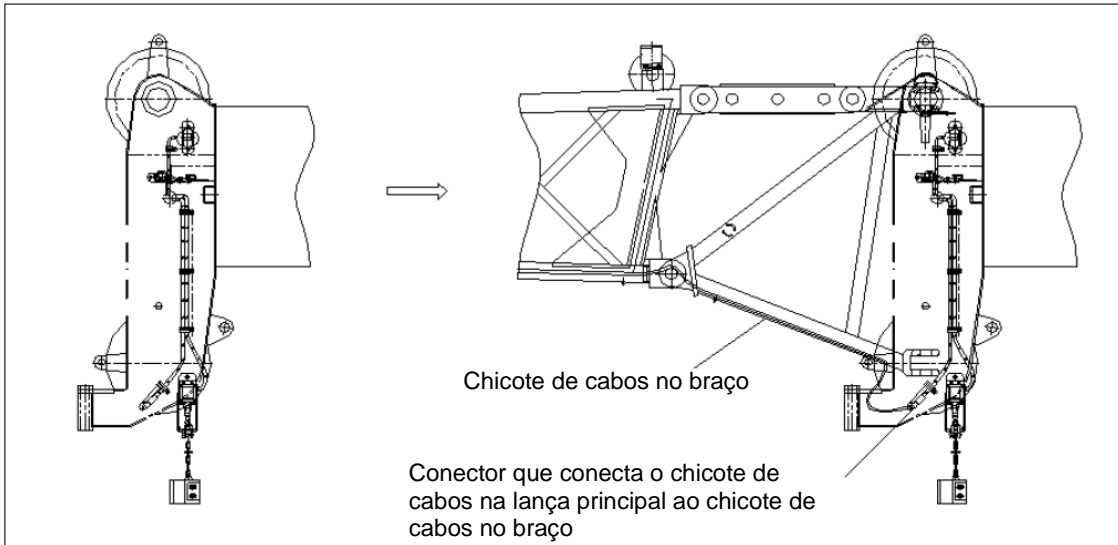

Figura 4-14 Instalação do interruptor de fim de curso de elevação no braço
- a) Quando o braço é usado (consulte a Figura 4-14):